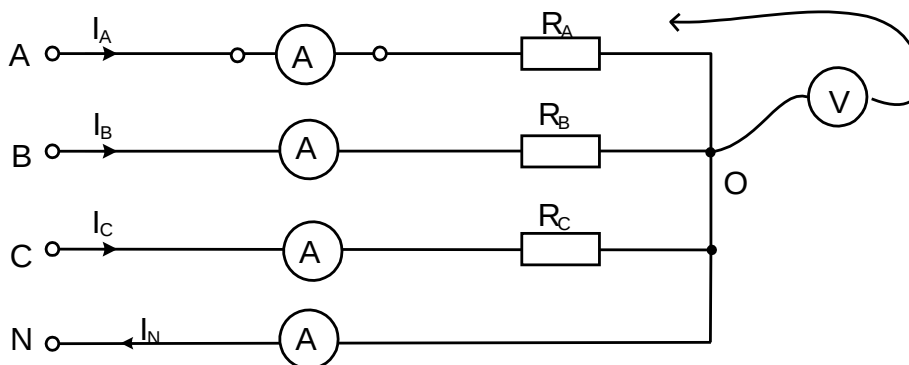

Рис.4.14. Принципиальная схема цепи сопротивлениями фаз.
- Соберите цепь согласно принципиальной схеме (рис. 4.14) с сопротивлениями фаз $R_A=R_B=R_C=1\text{ кОм}$. Монтажная схема изображена на рис. 4.4, но ваттметр в этой работе не понадобится.